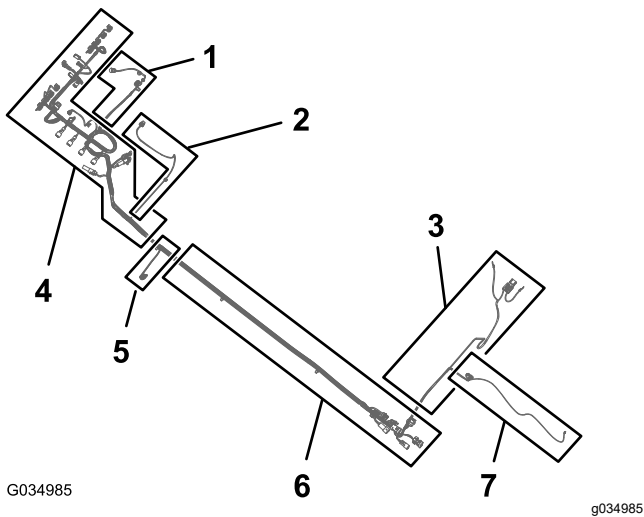

Figura 83
1. Localice la rama de 165 cm (65") y la rama de 203 cm (80") del arnés eléctrico nuevo (Figura 83).